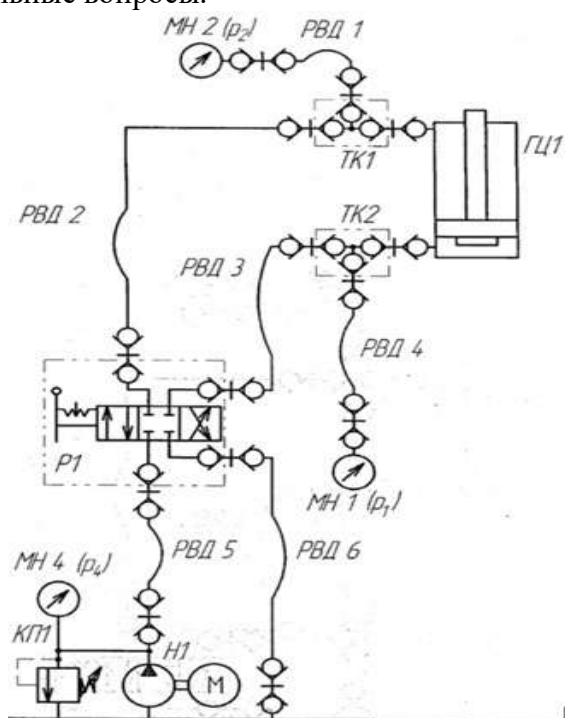

Рисунок 5 – Гидросхема
1. Изучить устройство и принцип работы заданного привода (рисунок 5).